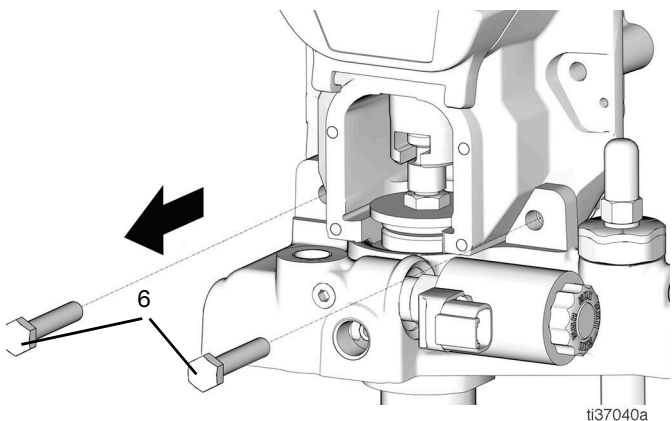

FIG. 70
30. Quite los dos pernos (6) y las dos tuercas (7) (FIG. 70).